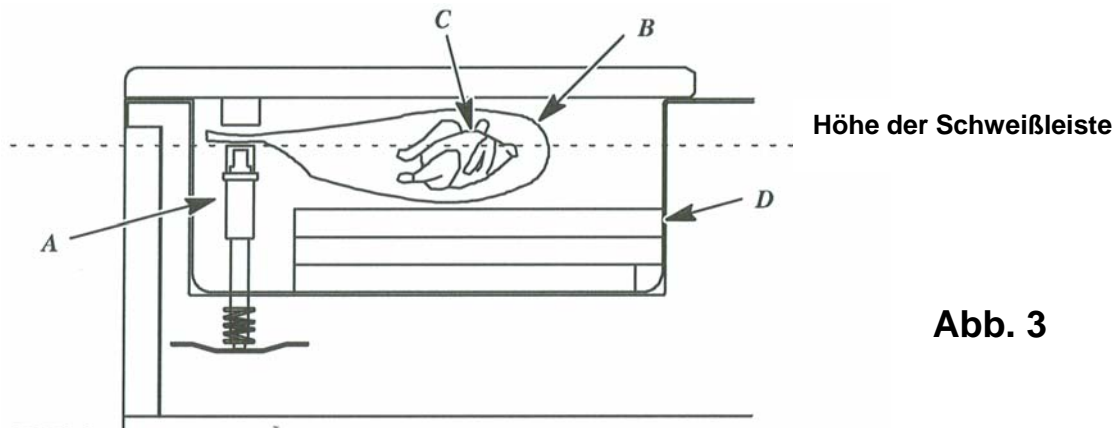

Abb. 3
Für ein korrektes Einlegen des Beutels ist die Abbildung 3 zu beachten.
- Nach erfolgter Einstellung aller gewünschten Regulierungen (siehe Programmwahl) den Beutel gemäss der Beschreibung von Abbildung 3 in die Kammer einlegen.
- Nach erfolgter Einstellung aller gewünschten Regulierungen (siehe Programmwahl) den Beutel gemäss der Beschreibung von Abbildung 3 in die Kammer einlegen
- Mit der Taste STOP (F) wird der Arbeitsablauf sofort unterbrochen, und der Beutel wird automatisch versiegelt. Diese Funktion ist besonders wichtig, wenn flüssige Produkte verpackt werden, da diese während der Vakuumierung versieden und somit aus dem Beutel weichen könnten.